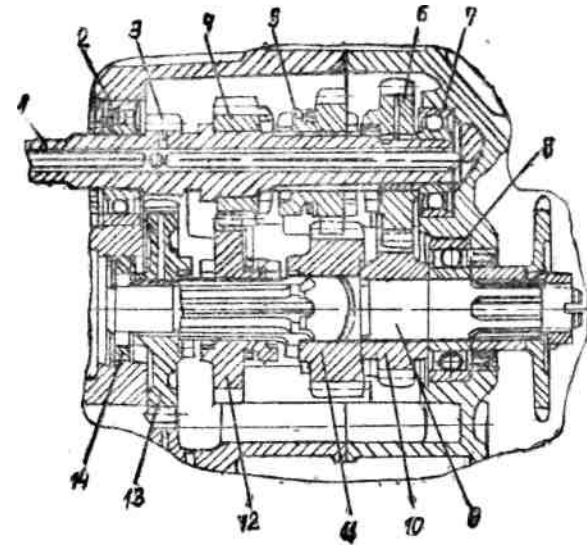

Рис. 6. Коробка перемены передач:
С помощью коробки передач (рис. 6) изменяется отношение между числом оборотов коленчатого вала двигателя и числом оборотов ведущего колеса; иначе говоря, изменяется передаточное число силовой передачи.
- В левую половину картера, в шарикоподшипник 2 (рис. 6), легкими ударами выколотки вставляют первичный вал в сборе с шестерней 4. Одновременно следует вложить шестерню 13 первой передачи вторичного вала в картер, введя в зацепление с шестерней 3.
вилку 10 переключения второй и четвертой передач вставить проточкой шестерню 5 (рис. 6), а в вилку 11 (рис. 7) переключения первой и третьей передач—шестерню 12 (рис. 6).